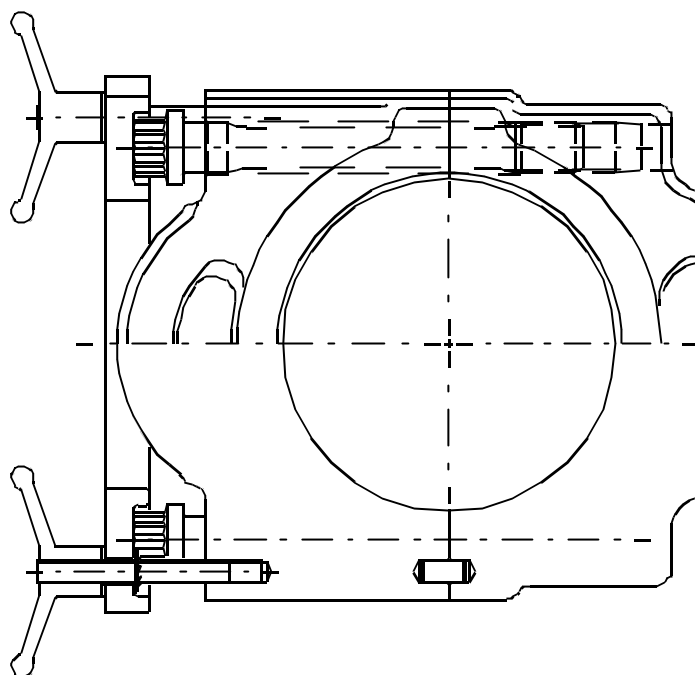

FIGURA 7-2 FERRAMENTA DE RETIRADA DA TAMPA DA BIELA (C-1459)
- Ferramenta de Retirada da Tampa da Biela (C-1459), vide Figura 7-2.